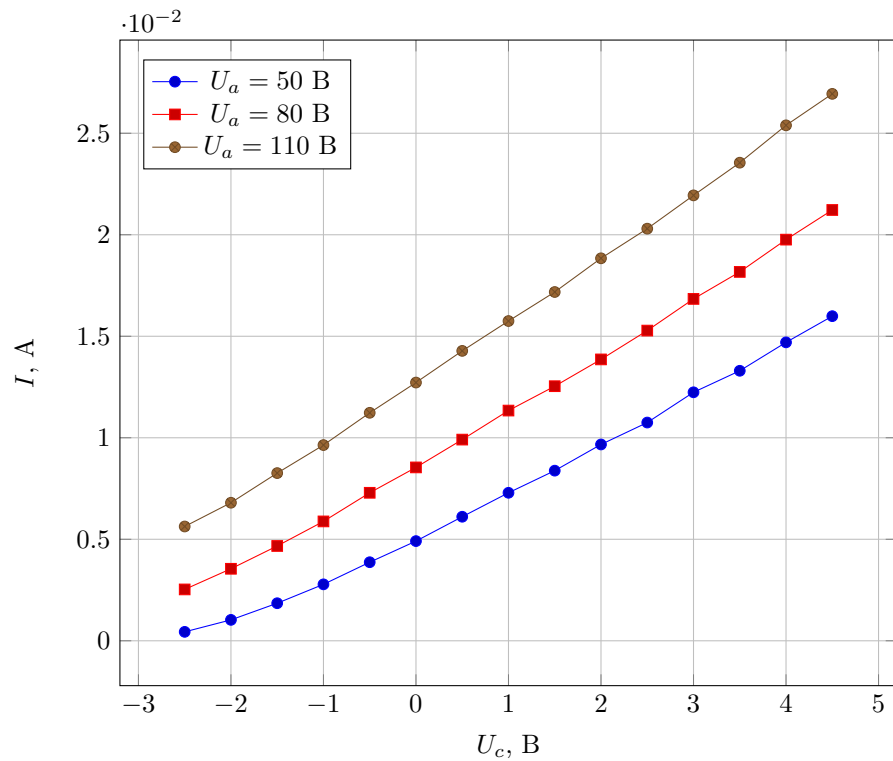
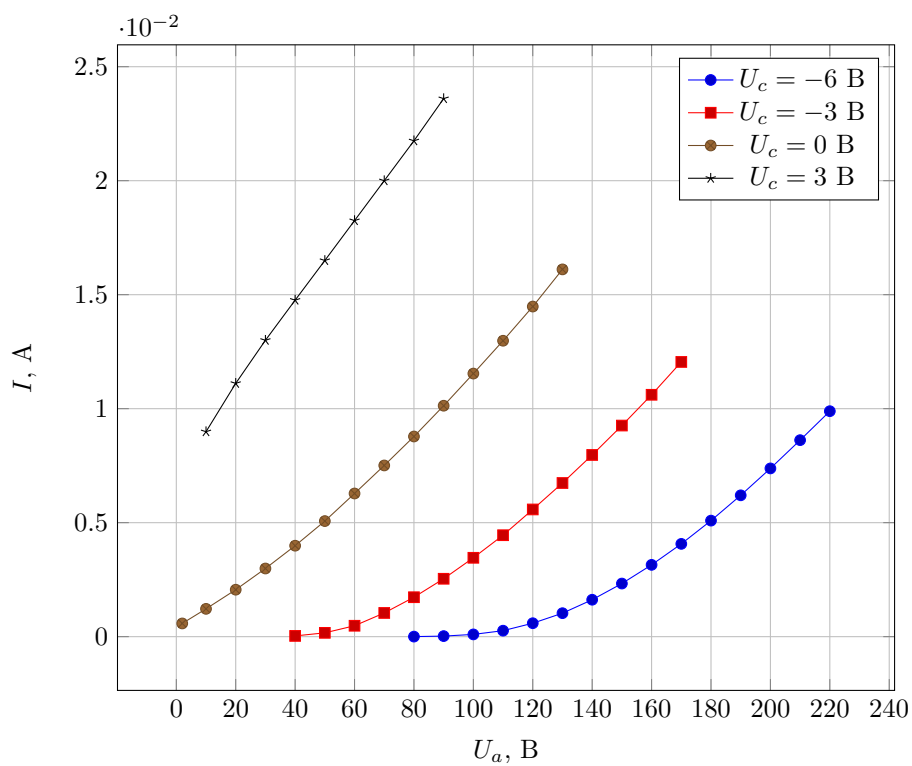

Рис. 3: Семейство сеточных характеристик триода
Рис. 4: Семейство анодных характеристик триода
2. Снято семейство сеточных (рис. 3) и анодных (рис. 4) характеристик триода.